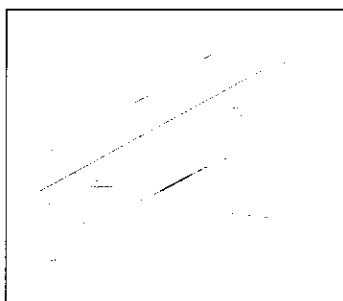
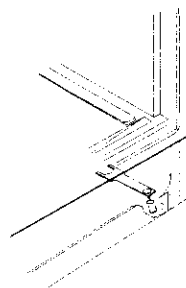

Рис.3.
Рис.4.
5.2. Установите прибор на полу ровно, регулируя передние опоры, для чего необходимо снять декоративную панель. Большими пальцами обеих рук нажмите на панель сверху. Остальными пальцами захватите панель за выступ снизу и с усилием вытащите её на себя, (рис. 3). Для облегчения закрывания дверей и более плотного их прилегания к шкафу можно установить его с небольшим наклоном назад, регулируя опоры, с помощью специального ключа (рис. 4). Диапазон регулирования ограничен конструкцией опор. Задние опоры не регулируются. Они выполнены в виде роликов (рис. 1а) и служат для облегчения перемещения прибора.